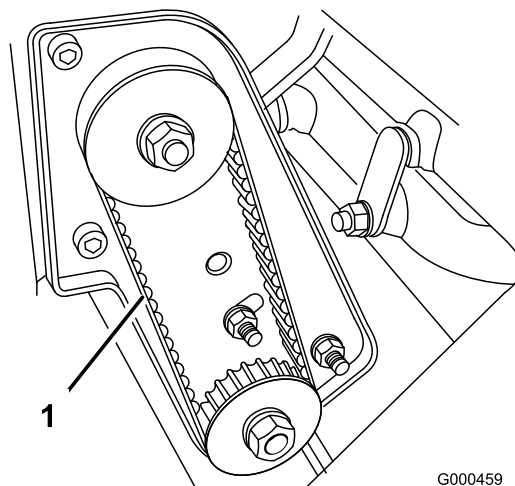

Figura 35
2. Verifique a pressão calcando a correia (Figura 35) até ficar entre o alternador e as polias, aplicando uma força de $1,8 \pm 0,5$ kg. A correia deve atingir um desvio de 4,8 a 7,9 mm. Se a deflexão for incorrecta prossiga para o passo seguinte.